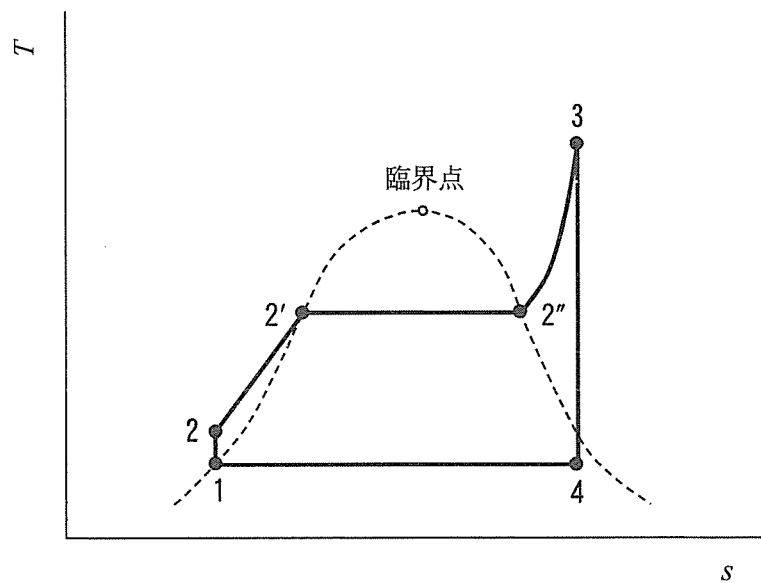

図1 $T-s$ 線図
(1) 図1に、ある理論サイクルの $T-s$ 線図を示す。
1) 図1のサイクルは サイクルと呼ばれる。
2) 図1中、状態点1の作動流体は の出口にある。この作動流体は、 を用いて に送られる。 では、燃料の燃焼により外部から作動流体に熱が供給されて、状態点3の状態になる。状態点3の作動流体は に送られ、外部に仕事を発生する。
3) 図1において、状態点3～4の変化と状態点1～2の変化は等エントロピー変化である。また、状態点2～3の変化と状態点4～1の変化は 変化である。状態点1の作動流体は の状態であるが、状態点3の作動流体は の状態になる。